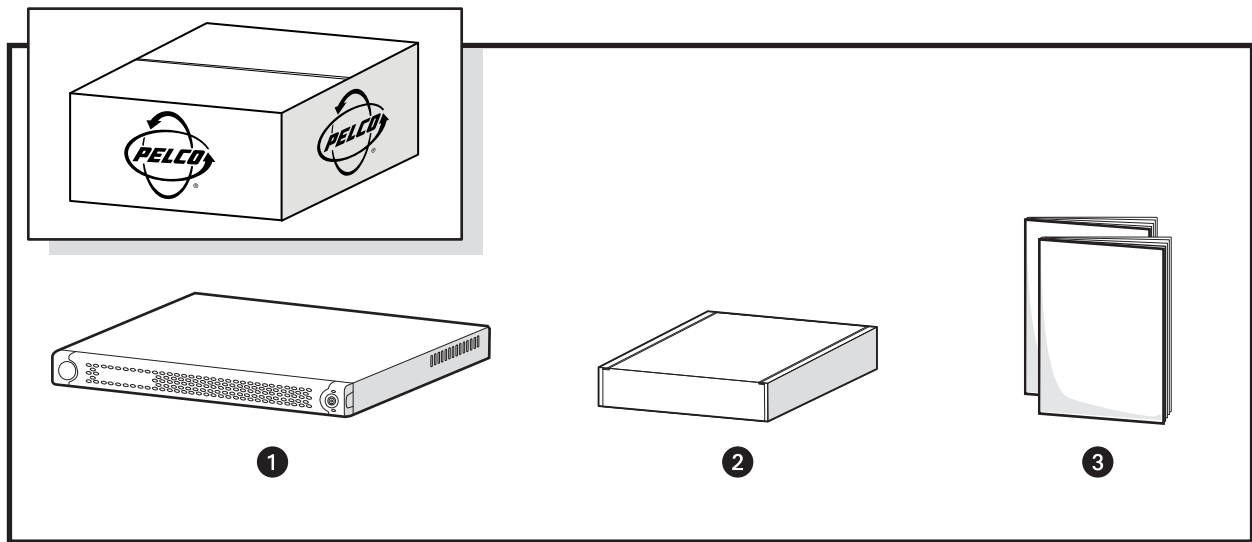
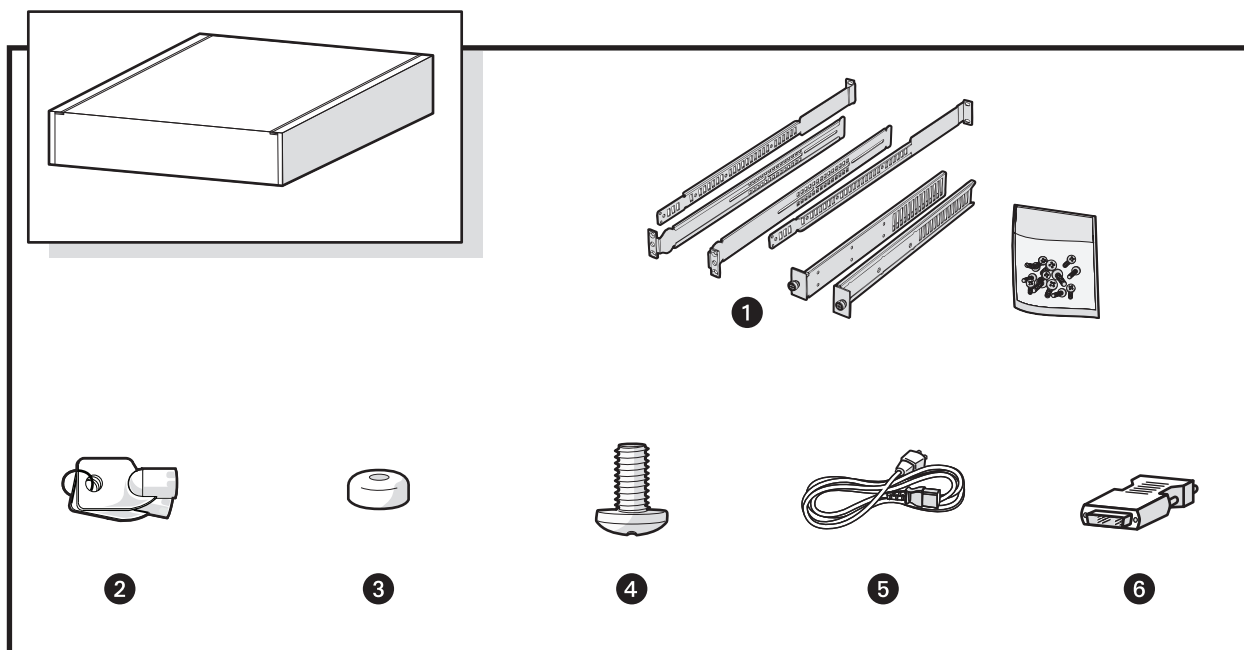
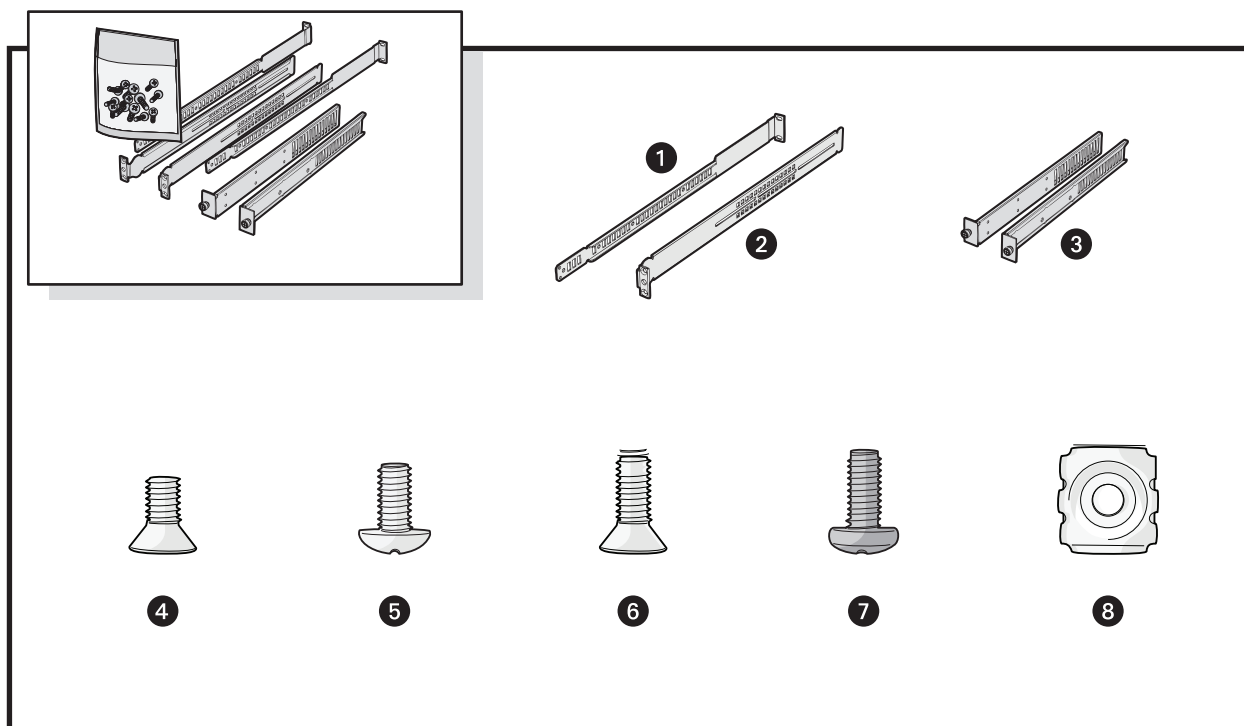

**Figura 1.** Componentes da embalagem principal
**Figura 2.** Pacote de acessórios
**Figura 3.** Kit de montagem em rack
A figura 1, a figura 2, na página 7, e a figura 3, na página 8, mostram o conteúdo da caixa de remessa, do pacote de acessórios e do kit de montagem em rack. Durante a instalação do NET5402R-HD, consulte esses diagramas.
**OBSERVAÇÃO:** A figura 3, na página 8 identifica cada ferragem usada para este procedimento.